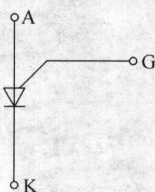
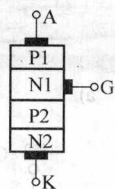

图 2-10 逆阻晶闸管的电路图形符号
图 2-11 逆阻晶闸管的内部结构
(5) 逆阻晶闸管：逆阻晶闸管又称 BTG 晶闸管，也称可编程单结晶闸管 (PUT)。它是由 PNP 四层半导体材料构成的三端逆阻型晶闸管，其电路图形符号如图 2-10 所示，内部结构如图 2-11 所示。